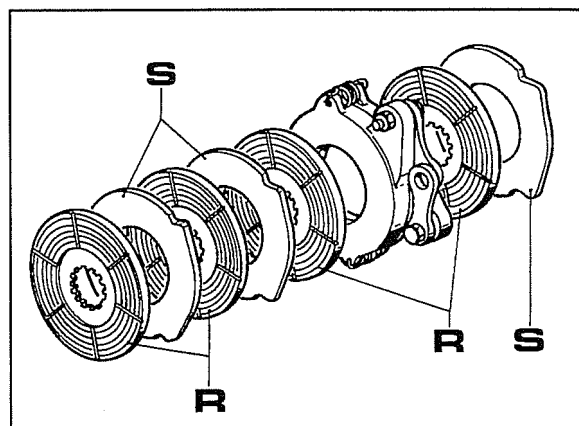

Fig. 23
- A fig.23 representa uma massa de travagem completa montada numa máquina do chassis número C467494 para diante.